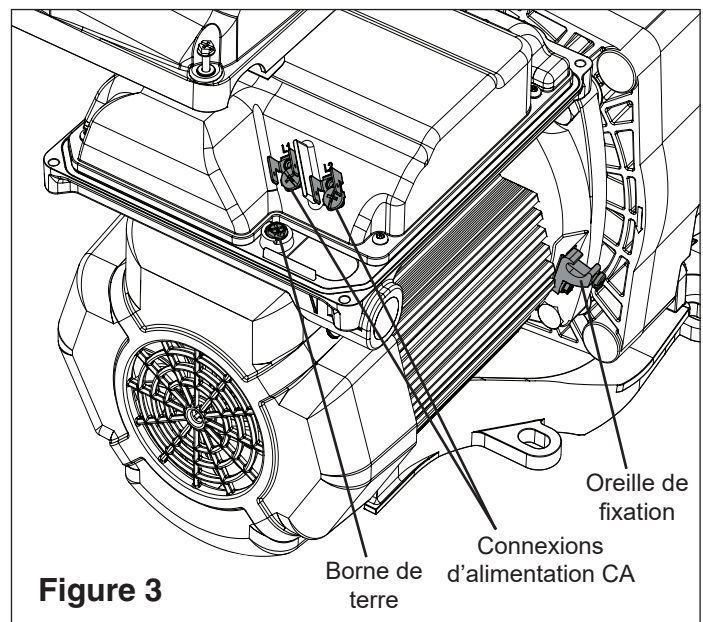

Figure 3
La pompe accepte une alimentation électrique monophasée de 99 à 253 V, de 50 ou de 60 Hz. Les raccordements du bloc de jonction peuvent accepter des fils massifs ou toronnés de calibre AWG 10 maximum. Il y a également des connecteurs rapides de type Fast-on, mais il convient cependant de vérifier les codes électriques locaux pour la méthode de raccordement souhaitée. Les raccordements doivent être effectués de façon permanente à la borne de mise à la terre (voir **Figure 3**) dans le compartiment de câblage selon les codes électriques locaux. Le régulateur du moteur règle automatiquement la vitesse de la pompe lorsque celle-ci fonctionne en basse tension afin de maintenir le courant sous la barre des 13,2 A. Il n'est pas nécessaire de modifier le câblage électrique pour faire fonctionner la pompe avec une puissance nominale de 110 V, puisque les mêmes bornes sont utilisées pour les câblages électriques de haute tension.
1. S'assurer que tous les interrupteurs sont éteints et que tous les fusibles sont débranchés avant de raccorder les fils au moteur. Après avoir débranché le courant de la pompe, toujours attendre cinq (5) minutes avant d'ouvrir la transmission ou d'en effectuer l'entretien.
5. Mettre à la terre le moteur de façon permanente à l'aide de la vis de mise à la terre située à l'arrière de la partie intérieure de l'interface du régulateur (voir **Figure 3**). Utiliser le calibre et le type de câble appropriés selon le National Electrical Code le plus récent. S'assurer que le fil de mise à la terre est branché à la mise à la terre du réseau électrique.
6. Raccorder le moteur à toutes les parties métalliques de la structure de la piscine et à tout matériel électrique, conduit métallique ou tuyau métallique dans un rayon de 5 pi (1,5 m) des parois internes de la piscine, du spa ou du bassin chauffé selon le National Electrical Code le plus récent. La norme UL exige l'emploi d'un conducteur en cuivre massif d'un calibre d'au moins 8 AWG. Voir **Figure 3**.